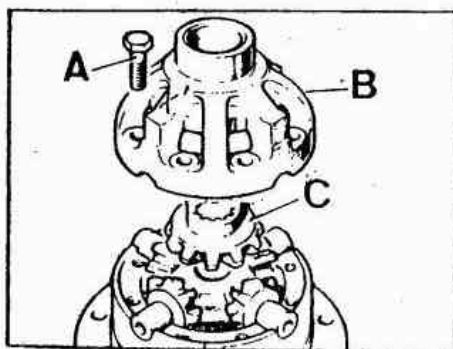

Fig. E-75 Caja de satélites
- 1.10. Después de tomar nota de las señales de alineación, de las cajas de satélites, para facilitar el montaje, soltar los tornillos, A (Fig. E-75) y desmontar la caja superior, B, y el planetario, C.